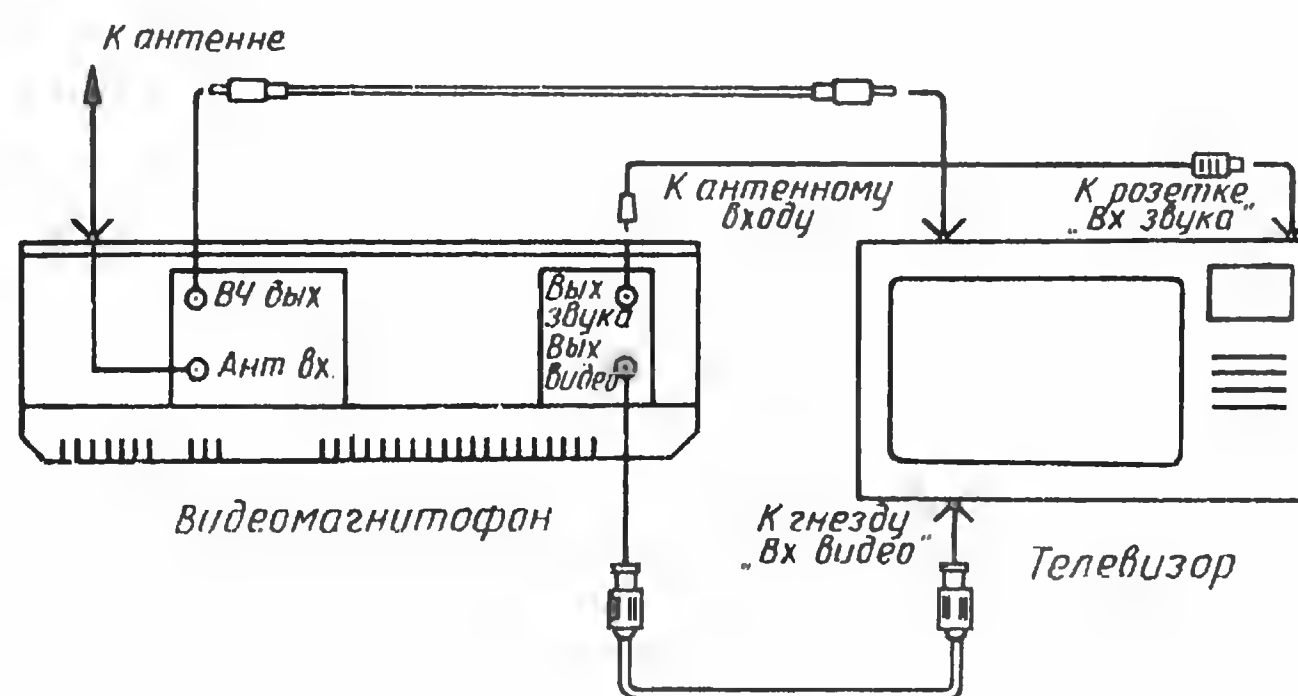

Рис. 1
**Схема соединения видеоманитфона с антенной и телевизором** для этого случая показана на рис. 1. Переключение телевизора в режим монитора и обратно производится свободной кнопкой устройства сенсорного выбора программ СВП-4-1. Переделки в телевизоре минимальны и сводятся к установке в блок обработки сигналов сопряжения (на специально предназначенное для этого место), а также дополнительной розетки «ВХ.ЗВУКА» и гнезда «ВХ.ВИДЕО».